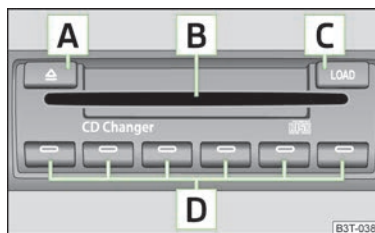

Fig. 133
- Pulsar la tecla **[C]** » fig. 133 e introducir el CD (Compact Disk) en el hueco para CDs **[B]**. El CD se coloca automáticamente en la posición libre más baja del cambiador de CD. El testigo de la tecla correspondiente **[D]** deja de parpadear.
- Mantener la tecla **[C]** » fig. 133 pulsada durante más de 2 segundos e introducir todos los CDs, uno tras otro (máximo 6 CDs), en la cavidad de CDs **[B]**. Los testigos en las teclas **[D]** dejan de parpadear.
- Pulsar ligeramente la tecla **[C]** » fig. 133. Los testigos de control en las teclas **[D]** se iluminan donde las posiciones de memoria están ocupadas y parpadear donde las posiciones de memoria siguen libres.
- Pulsar ligeramente la tecla **[A]** » fig. 133 para expulsar un CD. Para las posiciones de memoria ocupadas se iluminan los testigos de control de las teclas **[D]**.
- Mantener pulsada la tecla **[A]** » fig. 133 más de 2 segundos. Todos los CDs del cambiador de CD son expulsados uno tras otro.
- Introducir el CD en la cavidad de CD **[B]** » fig. 133 siempre con la cara impresa hacia arriba.